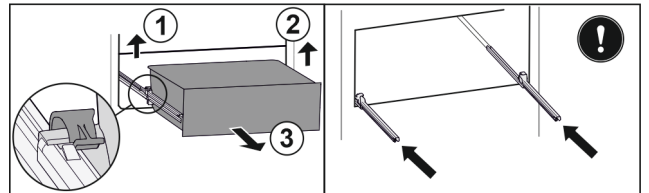

Fig. 110
- Linker klem optillen en gelijktijdig lade links naar voren trekken. Fig. 110 (1)
- Rechter klem optillen en gelijktijdig lade rechts naar voren trekken. Fig. 110 (2)
- Lade naar voren toe verwijderen. Fig. 110 (3)